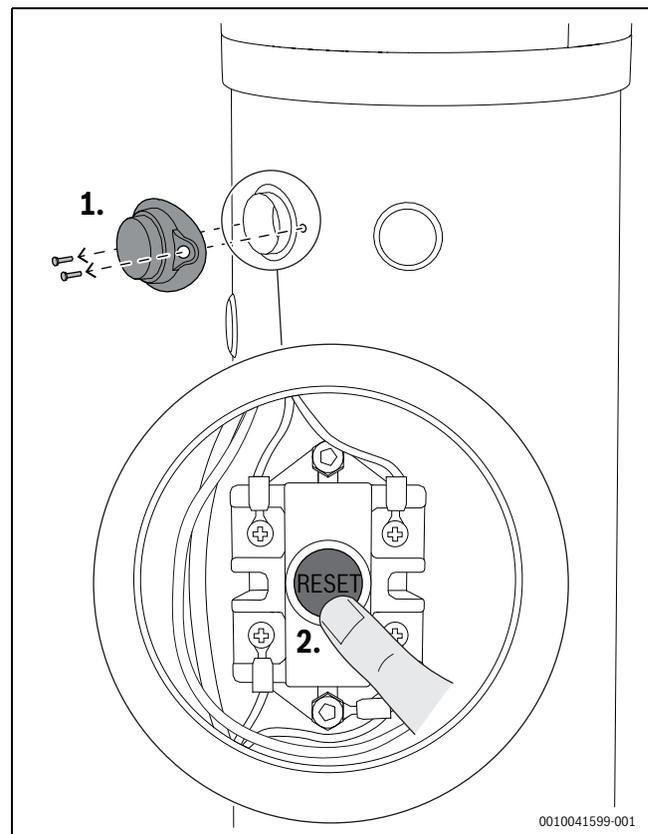

Fig. 32 Rearme do termostato
- ▶ Remover a cobertura de plástico ao desaparafusando os parafusos de fixação apropriados (passo 1, fig. 32)
- ▶ Rearmar manualmente o termostato de segurança (passo 2, fig. 32)